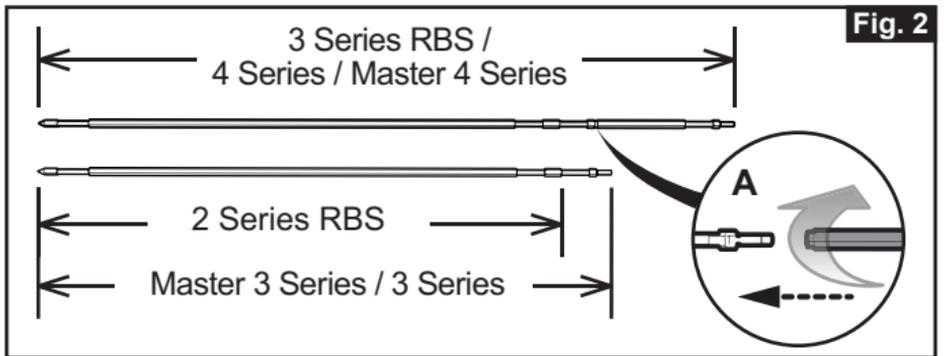

Fig. 2
1. Haste do Espeto rotativo (Fig. 2)
- b. Se necessário, aperte a haste opcional na extremidade da haste do espeto. (Fig. 2-A)